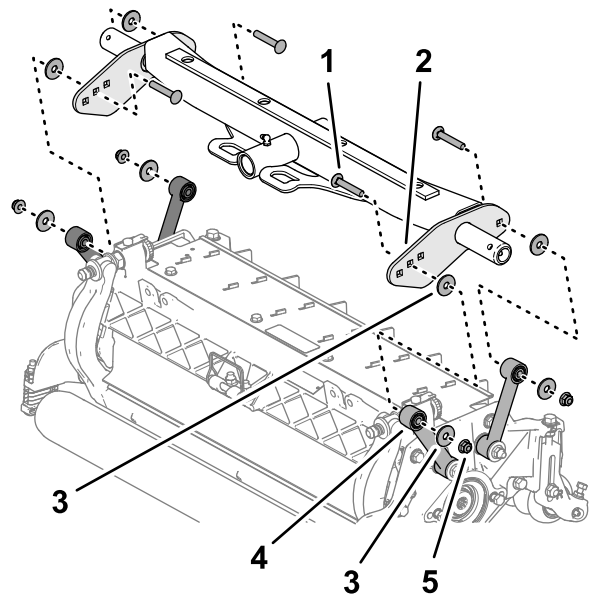

Bild 16
2. Legen Sie eine Unterlegscheibe zwischen der Trägerplatte und dem Lenker ein (**Bild 16**) und montieren Sie die Platten und das Distanzstück lose mit einer Schlossschraube $\frac{3}{8}$ " x $2\frac{1}{4}$ ", einer Unterlegscheibe und einer Sicherungsbundmutter ($\frac{3}{8}$ ").